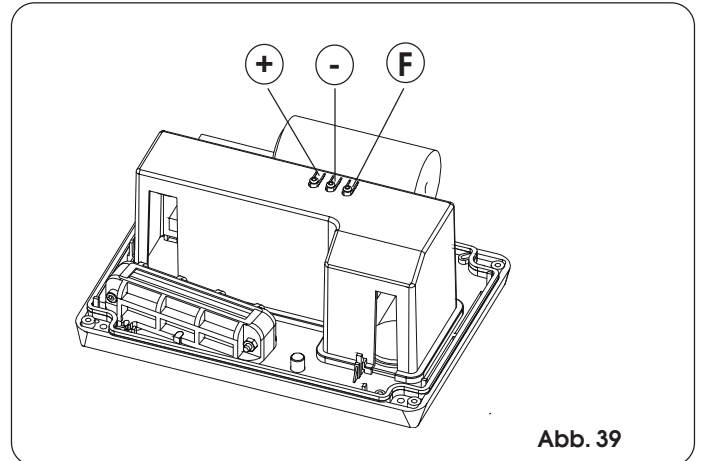

Abb. 39
**Achtung: Vor der Versorgung der Anlage mit Strom wird empfohlen, die Abdeckung des Geräts zu montieren, um den Kontakt zu den Hochspannungsteilen zu vermeiden, und die Buttons auf der Abdeckung zu verwenden, um die Tasten zu aktivieren (Abb. 39).**